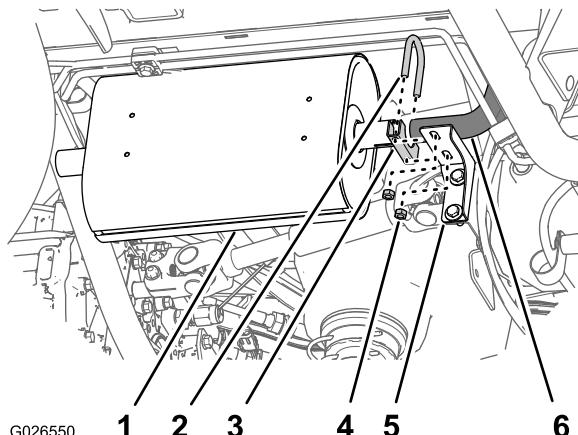

Figure 5
5. Retirez les 2 écrous, l'étrier fileté et l'assise de l'étrier qui fixent le tuyau d'entrée du silencieux et le tuyau en Y au support avant du silencieux. (Figure 5).